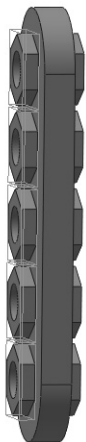
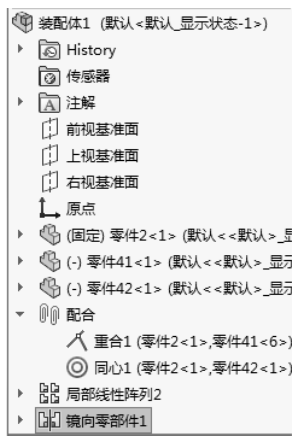

图 11-30 镜像零件
图 11-31 设计树
4) 单击✓(确定)按钮,零件镜像完毕,镜像后的图形如图 11-30 所示。此时装配体文件的 FeatureManager 设计树如图 11-31 所示。